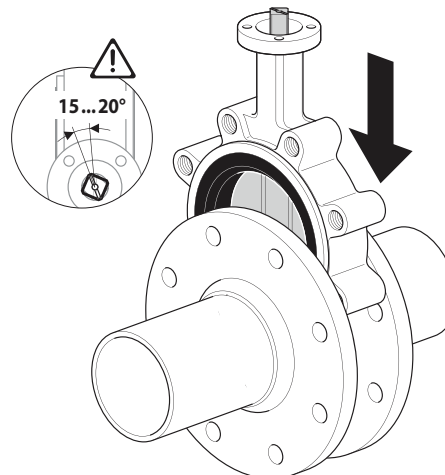

Fig. 22.
- Posez la vanne alors que le disque est à la position « presque fermée » (Fig. 22)